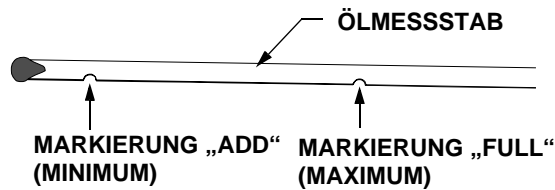

Abbildung 52
- Den Ölstand immer zwischen den Markierungen „FULL“ (Maximum) und „ADD“ (Minimum) am Messstab halten. Siehe Abbildung 52.
- Das Öl **LANGSAM** in das Kurbelgehäuse gießen, bis es die Markierung „FULL“ (Maximum) am Ölmessstab erreicht. Siehe Abbildung 52.